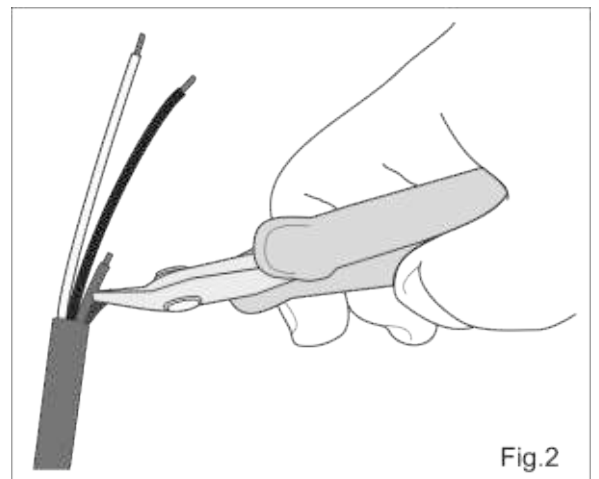

Fig.2
N.B. Si raccomanda di tagliare e isolare i terminali che non verranno utilizzati (fig. 2).
N.B. Take care to cut and insulate the ends that will not be used (see fig. 2).
REMARQUE: Il est recommandé d'enlever et d'isoler les bornes qui ne sont pas utilisés (voir fig. 2).
BEACHT: Es wird empfohlen, die nicht zum Einsatz kommenden Endstücke abzuschneiden und zu isolieren (siehe Abb. 2).